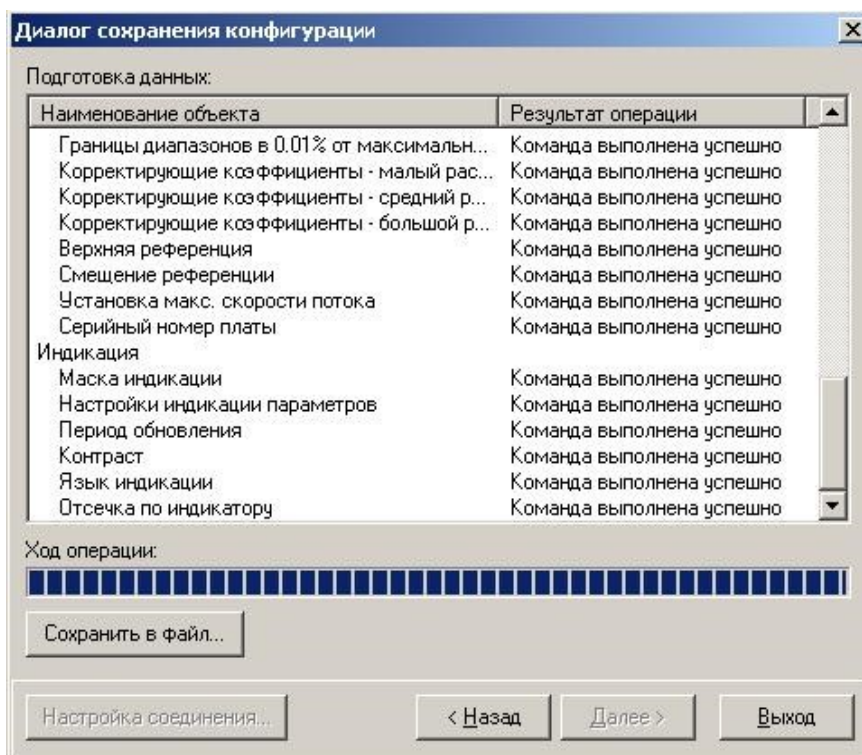

Рис.27. Окно «Диалог сохранения конфигурации» / «Ход операции».
- после окончания считывания всех выбранных параметров станет активной кнопка «Сохранить в файл», нажав которую можно ввести имя файла и сохранить прочитанную конфигурацию (рис.27).